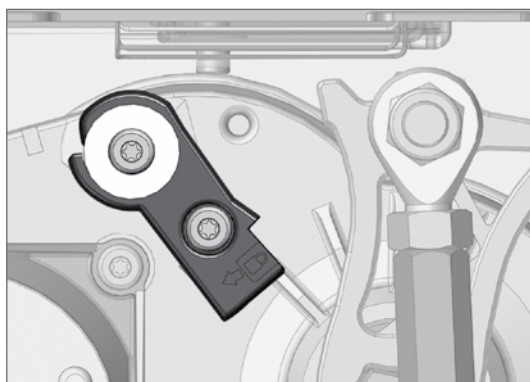

FIGURA 57. POSICIÓN EN MODO DE BLOQUEO (PARTE SUPERIOR)
- Para que un poste de derecha sea colocado en el modo de bloqueo en la posición bajada, coloque el bloqueador superior como se muestra en la Figura 57 (de manera similar a la de la posición de bloqueo elevada a la izquierda)